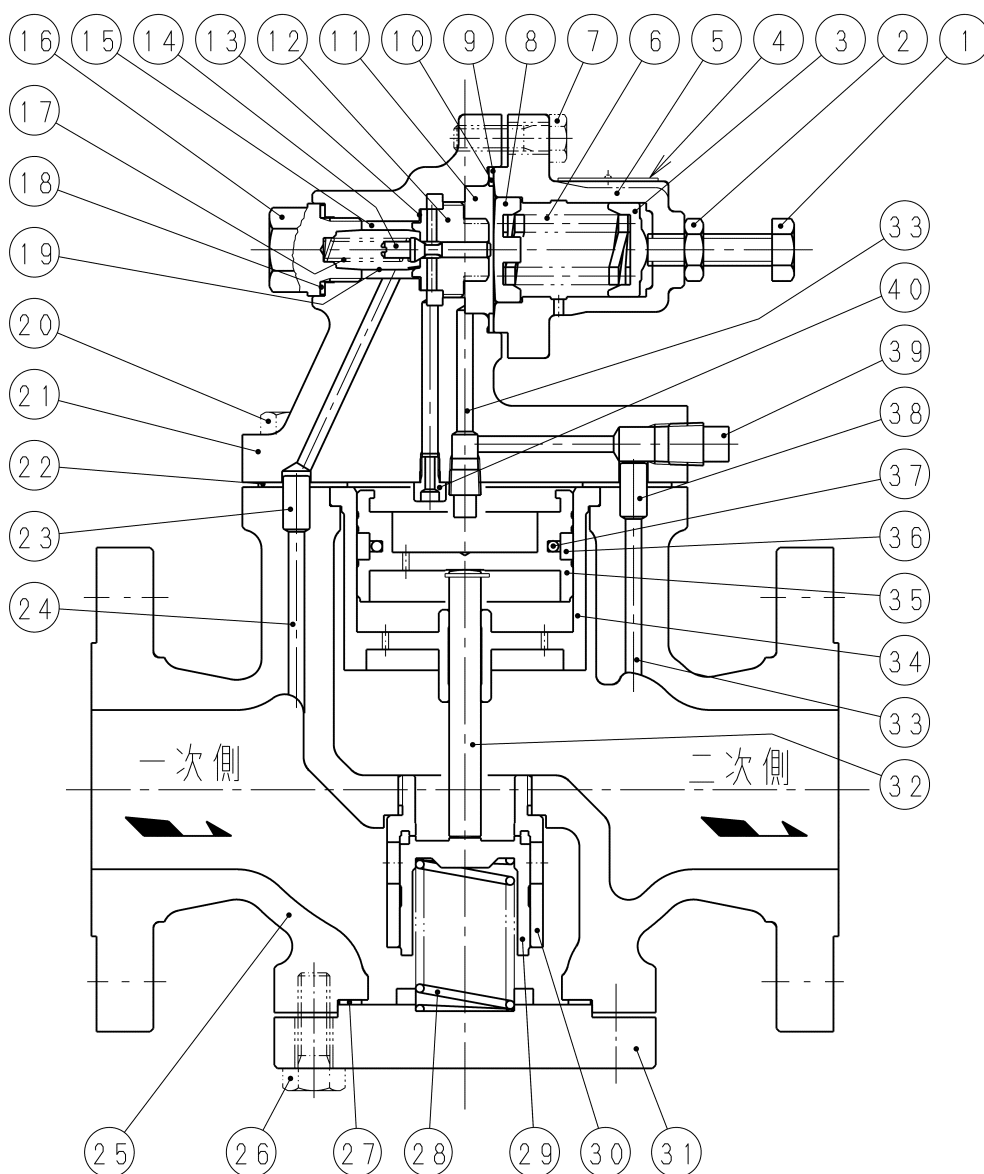

図1 構造図
<ul style="list-style-type: none">● オンオフ弁が閉弁しますと、蒸気ドレンが発生し蒸気配管中に充満します。 この状態でオンオフ弁を開弁しますと、スチームハンマーが発生し、減圧弁の弁箱が破損することがありますので、必ずスチームトラップを設置すること及びオンオフ弁をゆっくり開閉してください。● 分解に際して、まず配管中の蒸気を完全に抜去する必要があります。蒸気を止められない場合は、バイパス運転に切り換え、減圧弁前後の止め弁を完全に閉じ、減圧弁内の残存蒸気は図 1 の上部ふた(21)の六角ボルト(20)を僅かに緩めて放出します。この時、蒸気が吹出す恐れがありますので、火傷やけがにはご注意ください。
- 図1の下部ふた(31)を外す際は、六角ボルト(26)を少し緩め減圧弁内の残留ドレンを完全に排出します。残留ドレンは熱いので火傷しないようご注意ください。